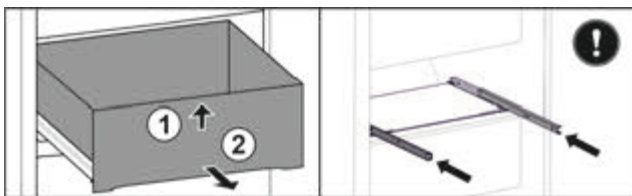

Fig. 98
- ▶ Підняти висувний ящик спереду. *Fig. 98 (1)*
- ▶ Вийняти висувний ящик рухом вперед. *Fig. 98 (2)*